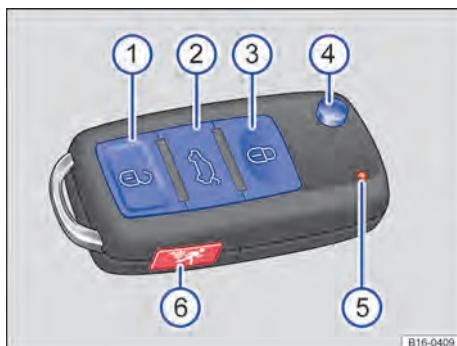

Fig. 45 Chave do veículo (dependendo da versão, com botão do alarme).
Legenda para → Fig. 45:
Pressionar o botão de pressão → Fig. 45 ④. A haste da chave destrava e rebate para fora.
Se os botões da chave do veículo → Fig. 45 ou um dos botões do travamento central → Página 65 forem acionados repetidas vezes